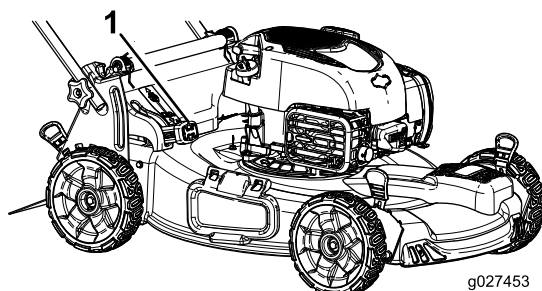

Figura 17
- Para ensacar los recortes de hierba y hojas, presione hacia dentro el botón de la palanca de ensacado a demanda y mueva la palanca hacia delante hasta que salga el botón de la palanca (Figura 17).